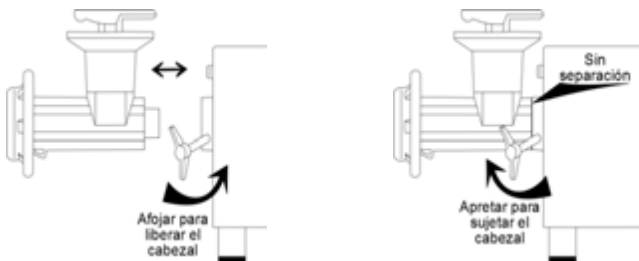

FIG.4 SUJECIÓN DEL CABEZAL
- 1.- Retire la tuerca (17) girándola en contra de las manecillas. Extraiga el cedazo (16), Navaja (15) y el gusano (13).
- 2.- Gire la perilla para cabezal (7) en contra de las manecillas para aflojar el cabezal (10) y retirarlo. (ver FIG. 4).
2. Usando un cepillo de cerdas suaves (no incluido - **Ver Fig 4**) lave cada componente con solución jabonosa, especialmente dentro del cabezal (10) para desechar restos de carne acumulados.
5. Lubrique navaja (15) y cedazo (16) con el aceite grado alimenticio. Ensamble otra vez.